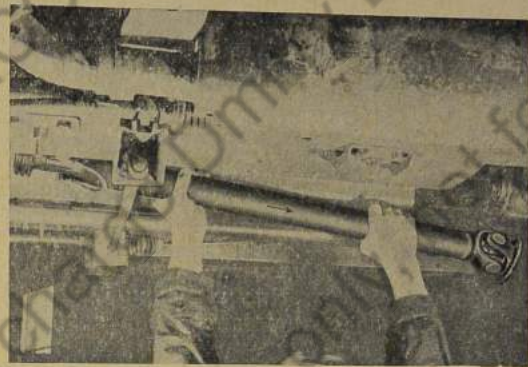

Bild 770: Hintere Längsgelenkwelle aus Keilnabenprofil herausziehen
3. Hintere Längsgelenkwelle vorn nach unten und aus dem Keilnabenprofil herausziehen (Bild 770).